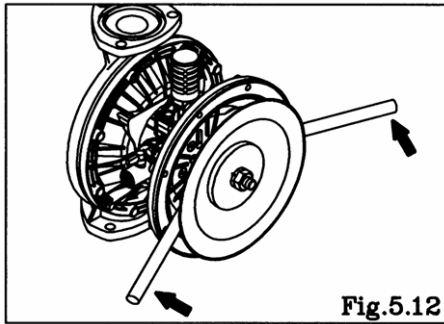

Fig.5.12
- Tome el disco central interior utilizando las palancas y desplácelo hacia el lado opuesto, luego dé vuelta el diafragma. (excluidos los tipos B_H, B_S) [Fig. 5.12, 5.13]